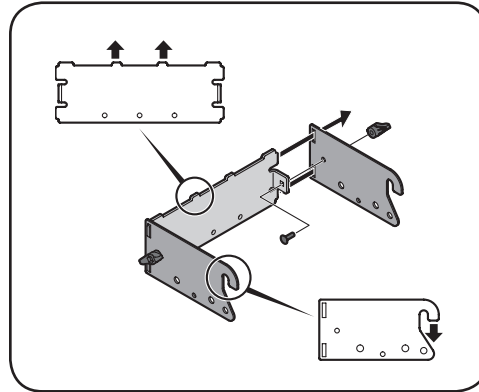

Figura 4-3
**NOTA:** Los ganchos sobre las ménsulas laterales deben apuntar hacia abajo y las lengüetas sobre la placa trasera hacia arriba como se muestra en la Figura 4-3.